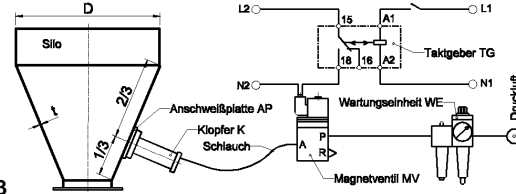

Bild 3
4.5 Der **Pneumatische Klopfer** wird nach **Bild 3** montiert. Die Anschweißplatte AP wird auf den Silokonus direkt aufgeschweißt. Die Rundung des Silobleches wird durch Abflachen oder durch eine breitere Schweißnaht ausgeglichen. Bei kleineren Durchmessern wird die Anschweißplatte Typ APTxxx verwendet. Bei isolierten oder gummierten Wänden oder bei Silos aus Aluminium sind besondere Befestigungsplatten erforderlich.